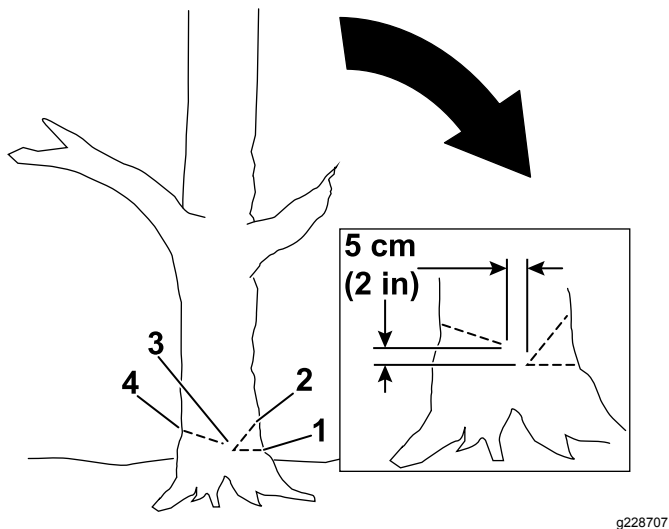

Figure 15
4. Commencez par couper le tiers du diamètre de l'arbre, du côté où vous voulez qu'il tombe (Figure 15).
5. Faites une deuxième coupe pour former une encoche, en commençant à au moins 5 cm au-dessus de la première coupe (Figure 15).
6. Faites la coupe d'abattage du côté opposé à l'encoche, à peu près 5 cm plus haut que le bas de l'encoche, comme montré à la Figure 15.
**Important:** Arrêtez la troisième coupe 2,5 à 5 cm avant l'encoche pour former une charnière entre les coupes (Figure 15), ce qui empêche l'arbre de s'abattre dans la mauvaise direction ou de pivoter dans sa chute.
**Remarque:** Quand la coupe d'abattage se rapproche de la charnière (Figure 15), l'arbre devrait commencer à tomber.